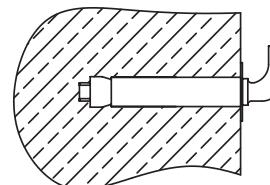

Fig. 5
2. După alegerea locației de montare, faceți două găuri în peretele la adâncimea necesară și introduceți suruburile, roțiți cărligul în sus, strângeti bine piulițele, apoi instalați încălzitorul de apă pe acesta (vezi fig. 5).